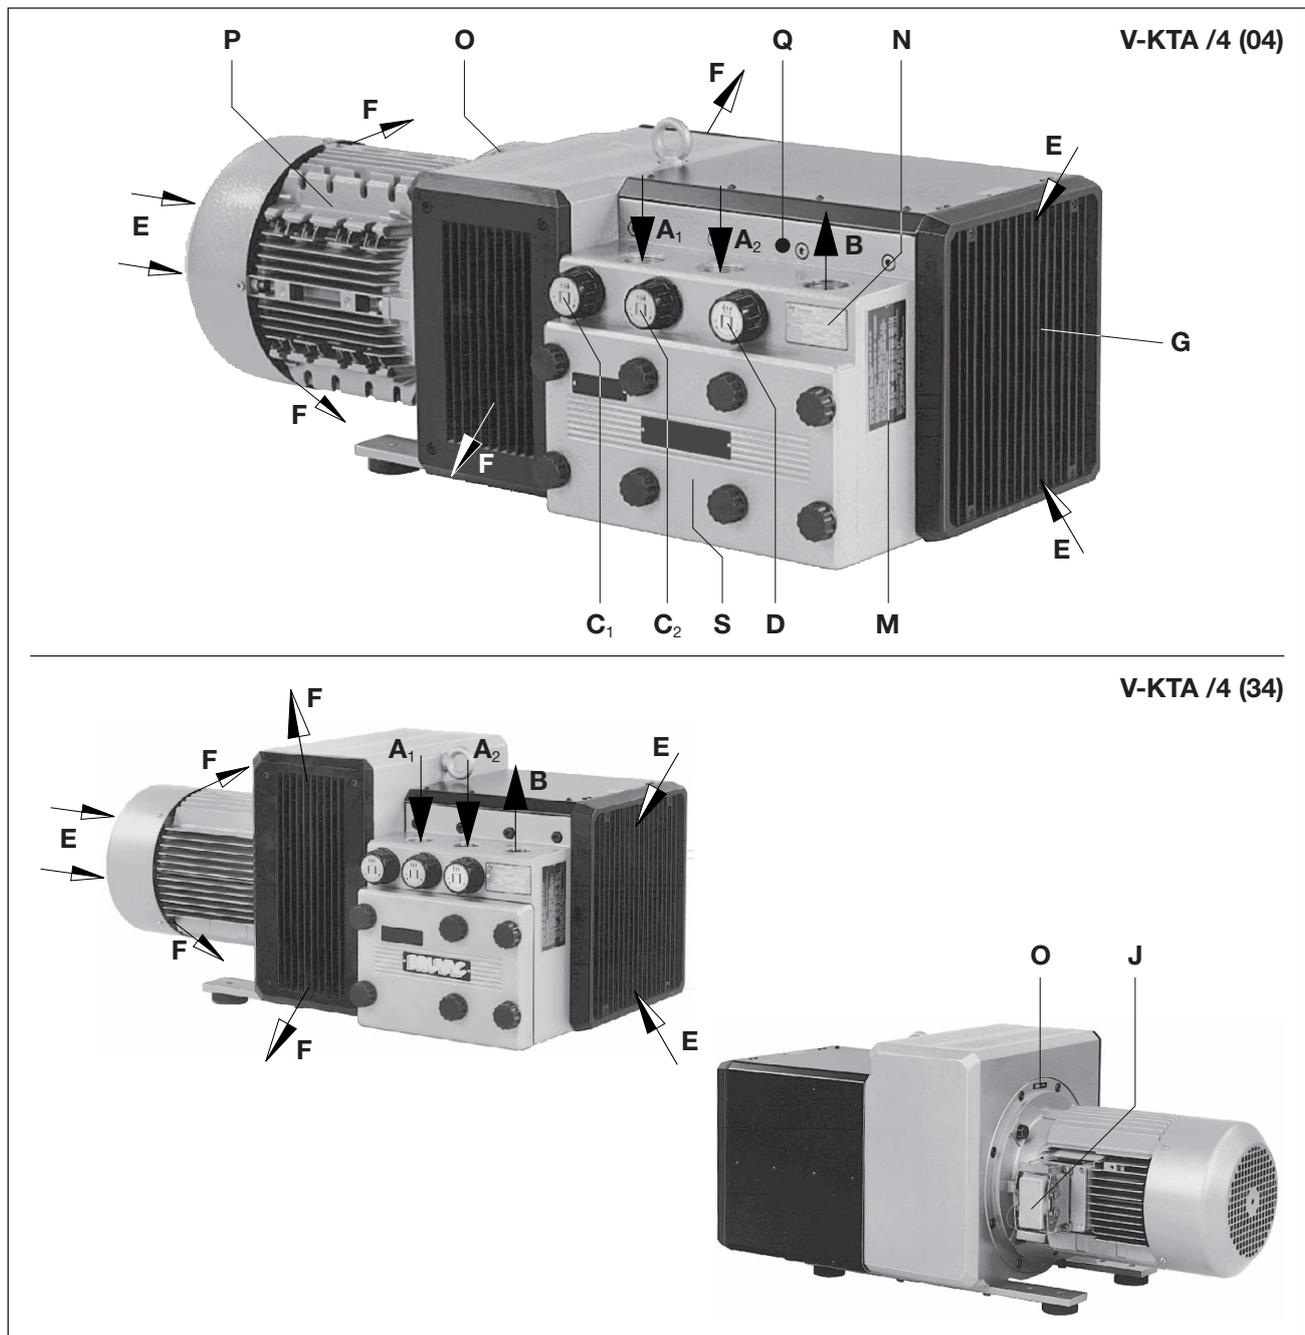

Fig. 2 Pompa combinata vuoto-pressione V-KTA /4
La portata volumetrica nominale è di 60, 80, 100 e 140 m³/h a 50 Hz. I limiti di carico (bar) sul lato pressione e aspirazione sono indicati sulla targhetta dati (Fig. 2/N).
Il corpo del filtro (Fig. 2/S) deve essere facilmente accessibile.
Gli ingressi (Fig. 2/E) e le uscite (Fig. 2/F) dell'aria di raffreddamento devono avere una distanza di almeno 30 cm dalle pareti vicine. L'aria di raffreddamento fuoriuscita non deve essere riaspirata. Per i lavori di manutenzione deve essere prevista una distanza di 40 cm prima del corpo del filtro (Fig. 2/S) e la griglia di aspirazione (Fig. 2/G).
- a) Attacchi del vuoto ai punti (Fig. 2/A₁) → per alto vuoto e (Fig. 2/A₂) → per basso vuoto (secondo vuoto); attacco compressione al punto (B).
Gli ambiti di pressione e vuoto necessari possono essere impostati con la valvola di regolazione della pressione (Fig. 2/D) e del vuoto (Fig. 2/C₁, 2/C₂) in base alla targhetta simboli della manopola di regolazione.
- a) I dati elettrici del motore sono indicati sulla targhetta dati (Fig. 2/N) o sulla targhetta dati motore. I motori sono conformi a DIN EN 60034 e sono eseguiti con classe di protezione IP 55 e classe isolamento F. Lo schema di collegamento è situato nella morsettiera del motore (non si applica nella versione con collegamento a spina). I dati del motore devono essere confrontati con quelli della rete di alimentazione usata (tipo corrente, tensione, frequenza di rete, amperaggio ammesso).
- b) Collegare il motore attraverso il connettore a spina (Fig. 2/J) ossia l'interruttore magnetotermico (per la protezione dell'interruttore magnetotermico e dello scarico di trazione del cavo di collegamento è necessario prevedere un pressacavo). Consigliamo di usare interruttori magnetotermici con disattivazione ritardata, dipendente da un ev. sovraccarico. Sovraccarichi di breve durata possono verificarsi se si avvia la macchina a freddo.
Durante il funzionamento, le superfici dei componenti (Fig. 2/Q) possono superarsi i 70°C. Evitare di toccare le superfici calde (contrassegnate da appositi cartelli)!
I sacchetti essiccanti posti nella scatola del filtro (Fig. 2/S) devono essere tolti prima della prima messa in funzione.
- ▷ Il senso di rotazione previsto dell'albero di azionamento è contrassegnato dalla freccia (Fig. 2/O) sulla flangia motore.